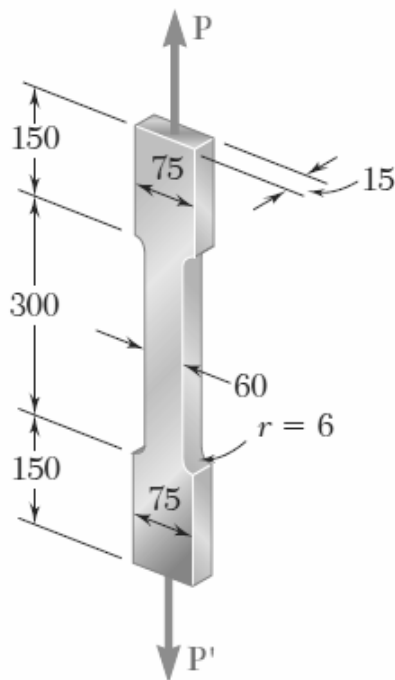

Figura 2.44
2.7.2 Determine a força máxima P que pode ser aplicada ao provete da Figura 2.44. Dados: tensão normal admissível = 200 MPa .